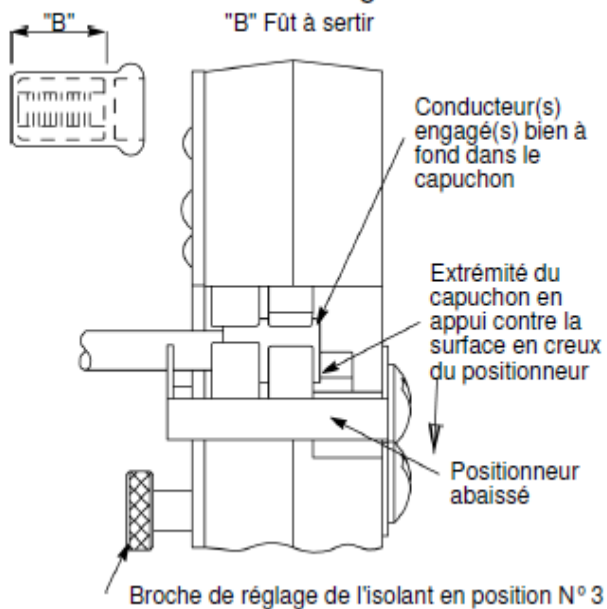

Figure 6
3. Baisser le positionneur de façon à ce que l'extrémité du capuchon butte contre la surface en creux du positionneur. Voir Figure 6